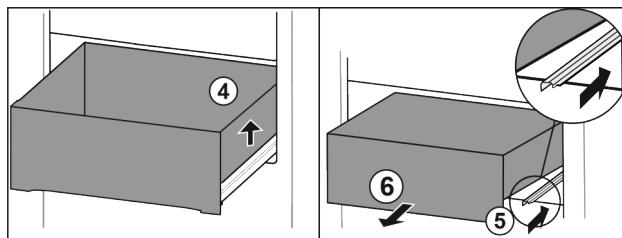

Fig. 69
- Nadzvedněte zásuvku vpravo. Fig. 69 (4)
- Zasuňte pravou kolejničku. Fig. 69 (5)
- Vyjměte zásuvku dopředu. Fig. 69 (6)